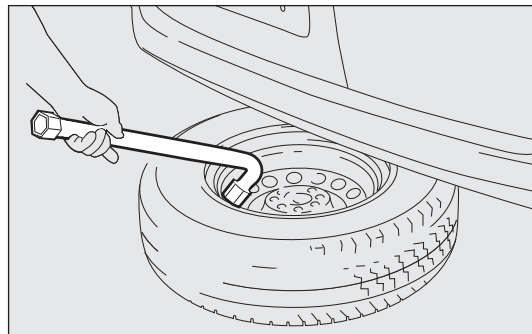

fig. 132
- ❑ utilice la llave parar desmontar ruedas B para sacar la rueda del vehículo fig. 132;